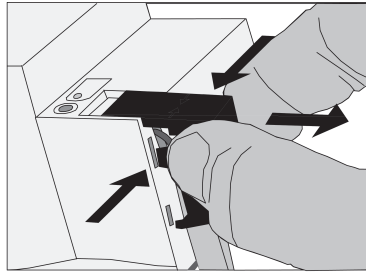

Figura 8: Rimozione della calotta di copertura
- Premere la calotta di copertura sul lato e rimuoverla (Figura 8).